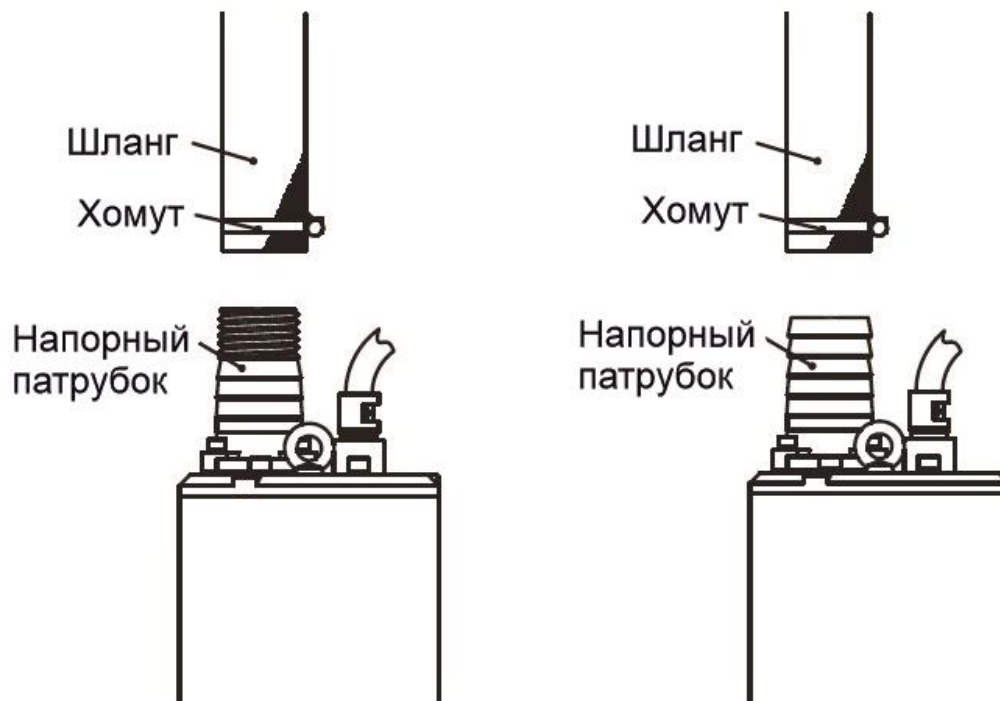

Рис.2 Установка шланга на МОДЕЛЬ1.
2.4.5.2. Установка шланга на МОДЕЛЬ1 (Рис.2):